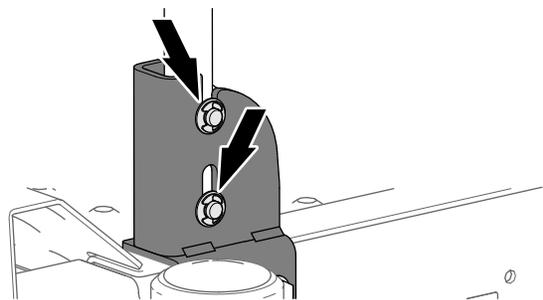

Figura 18
3. Assicuratevi che sia completamente inserita nelle fessure della staffa come mostrato nella Figura 18.